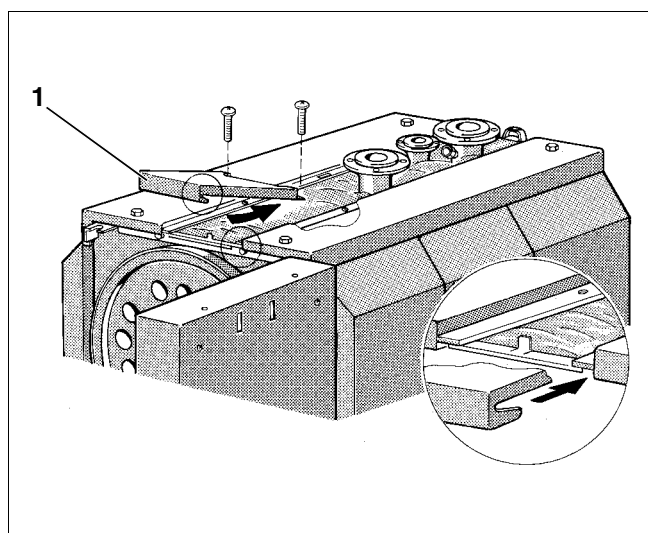

Fig. 19 Montagem do revestimento
- Coloque o componente dianteiro da cobertura (fig. 19, **item 1**) atrás com as palas direita e esquerda na fenda dos componentes laterais da cobertura.